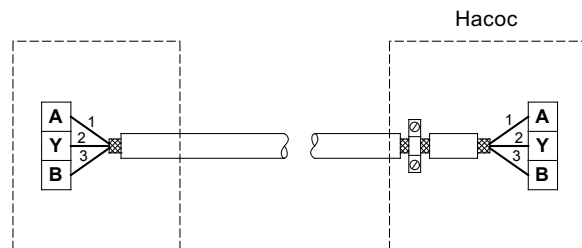

Рис. 11 Подключение 3-жильного экранированного кабеля
- Если устройство не имеет такого же кабельного соединения, экранирующую оплетку оставляют не подсоединенным с этой стороны, как это показано на рис. 11.